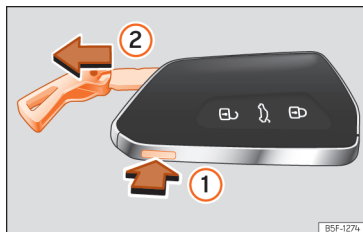

Fig. 68 Clau del vehicle: extreure l'espasi.
- Premeu el botó » **fig. 68 ①** per fer sortir l'argolla a manera de clauer i poder extreure l'espasi **②**. Si premeu lleugerament sobre l'argolla, aquesta es quedarà fixa a manera de clauer.
- Premeu el botó » **fig. 68 ①** per desbloquejar. Premeu el botó **①** i al mateix temps estireu l'argolla en la direcció de la fletxa » **fig. 68 ②** per extreure completament l'espasi.